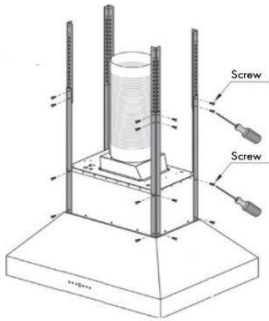

Figure 3.
4. Déterminez la hauteur souhaitée et attachez quatre autres poteaux de support aux quatre premiers poteaux de support qui sont fixés à la hotte. *Figure 3*.